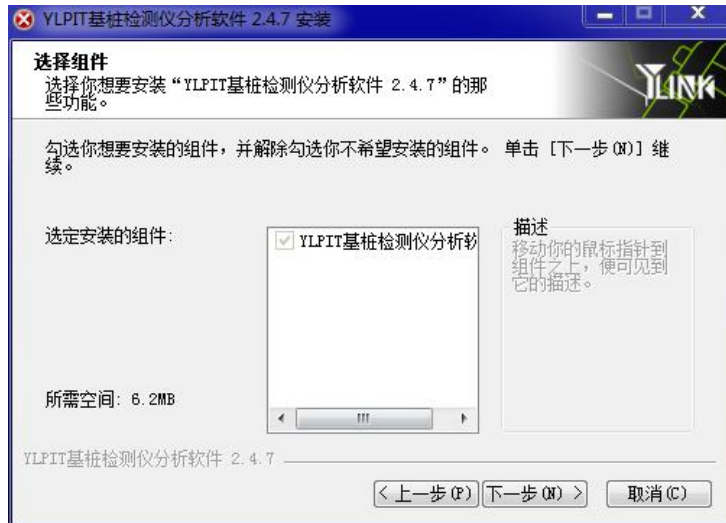

图 3-3 组件选择界面
③ 点击【**我接受**】，进入组件选择界面，见图 3-3。